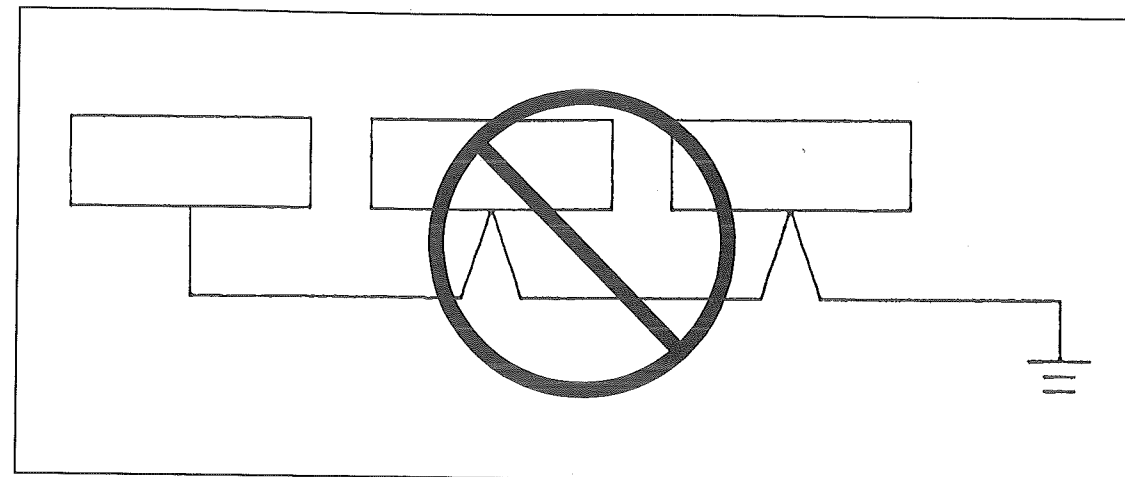

Fig. 6-9 設置—禁止
- 接地工事の際、接地端子は、一つの端子に一つの電線でなくてはなりません。したがって、もし Fig. 6-9 のような配線をして、この接地端子が接触不良を起こした場合、故障しているほかの接地からの地絡電流が本機にフィードバックし、大事故になることがあります。